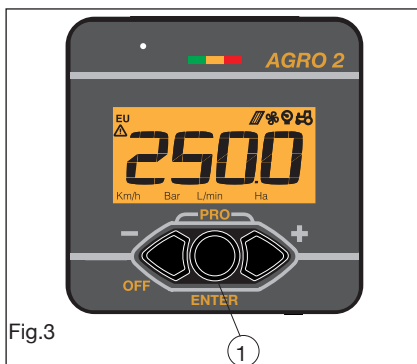

Fig.3
The display is switched on via any of the three buttons on the front (pos.1 Fig.3).
L'accensione avviene tramite uno qualsiasi dei tre pulsanti posti sul frontale (pos.1 Fig.3).